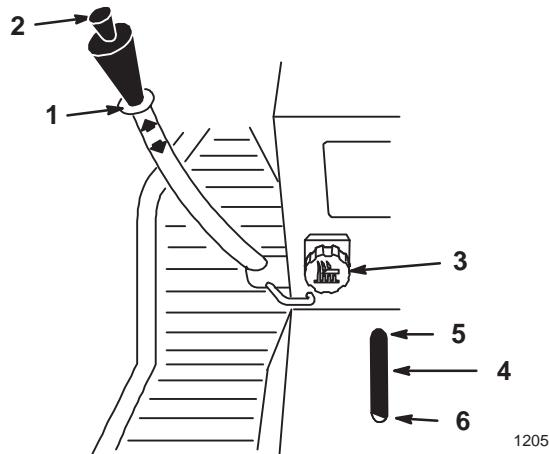

Abbildung 19
Der Absenkhebel (Abb. 19) wird verwendet, um verschiedene Zusatzvorrichtungen abzusenken und anzuheben.
Mit dem Dial-A-Height-Regler (Abb. 19) wird die Abwärtsbewegung der Zusatzvorrichtung eingeschränkt. Der Dial-A-Height-Knopf wird gedreht, um den Punkt des Anschlags nach oben oder unten zu verschieben.
- Den Absenkhebel nach oben schieben – siehe „Anheben von Zusatzvorrichtungen“. In gehobener Position kann der Dial-A-Height-Knopf (Abb. 19) gedreht werden, um die Anschlagsposition zu verändern. Den Knopf im Uhrzeigersinn drehen, um die Zusatzvorrichtung anzuheben, und im Gegenuhrzeigersinn, um die Zusatzvorrichtung abzusenken.
- Die Dial-A-Height-Anzeige (Abb. 19) zeigt die Höhenänderung, während die Einstellung vorgenommen wird.